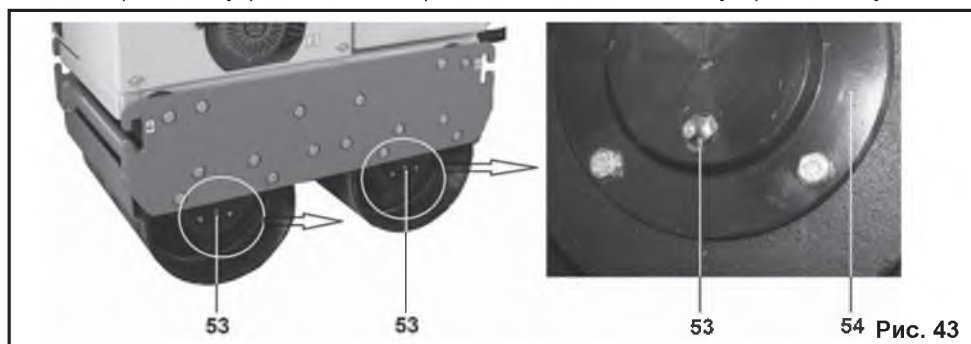

Рис. 43
14.5.1. Корпуса подшипников (54), валцов смазывайте консистентной смазкой через масленку (53) через каждые 50 часов работы (Рис. 43).